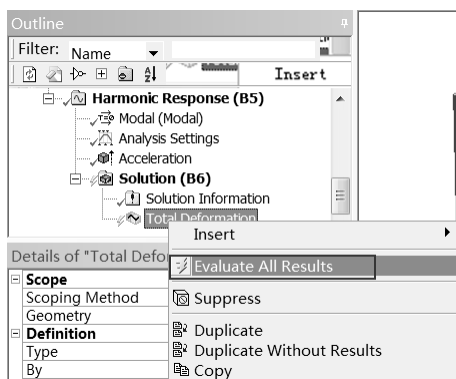

图 7-15 快捷菜单
Step4：在 Outline（分析树）中的 Solution（B6）选项上右击，在弹出的快捷菜单中选择 Evaluate All Results 命令，如图 7-15 所示，此时会弹出进度显示条，表示正在求解，当求解完成后进度条自动消失。